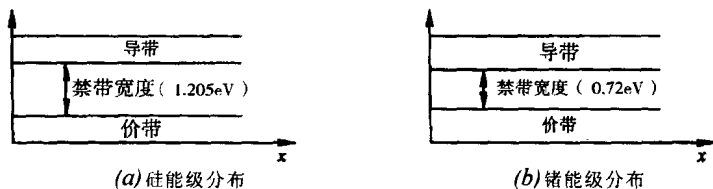

图 1-1 硅和锗能级图
1) 硅(Si) 和锗(Ge)。硅和锗是常用的半导体材料,均为 4 价元素。其能级图如图 1-1(a) ~ (b) 所示。硅和锗原子组成十分严密的共价键结构,共价键中的电子(价电子) 能量小,不能参与导电。